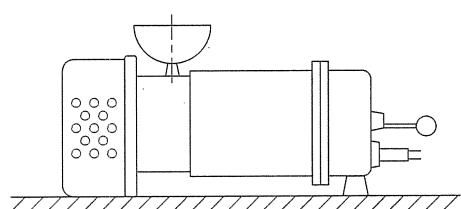

図6
- (1) ご使用の前に必ず絶縁抵抗の測定をしてください。絶縁抵抗値は $1M\Omega$ 以上あれば運転に支障ありませんが $1M\Omega$ 以上あっても、急に低下し始めているものは異常と考えられますので修理が必要です。
- (2) 運転中の電流値、電流計のふれを点検してください。ふれの大きい場合は異物をかみ込んでいる恐れがあります。付着した異物を取り除いてください。
- (3) 吐出し量が急激に減少している場合には、吸入口(ストレーナ部)に異物がつまっている恐れがあります。付着した異物を取り除いてください。
- (4) ポンプ性能が徐々に低下した場合は、ケーシングや羽根車の摩耗が考えられます。各部を点検し摩耗している部品は早期に交換してください。
- (5) 使用後に、メカニカルシールの潤滑油を点検・交換しますと、メカニカルシールの寿命が長くなります。この際、潤滑油に水が混入し、白濁している場合は、メカニカルシールの不良ですので交換が必要です。潤滑油交換時には図6のように注油プラグを上にし、ポンプを水平に置いて表1に示す潤滑油を必ず規定量注油してください。この時ポンプをゆすったりして、規定量以上注油しますと、メカニカルシール室の内圧上昇により、シール寿命が著しく低下します。注油後はシールワッシャを介し注油栓を十分に締付けてください。
メカニカルシール室の潤滑油交換は6カ月毎に行ってください。この潤滑油に水が混入し白濁している場合は、メカニカルシールを交換してください。潤滑油の交換時には図6のように注油栓を真上にし、ポンプを水平に置いてターピン油(#32)を表1に示されている指定量注油し注油栓ガスケットを介し注油栓を十分に締付けてください。